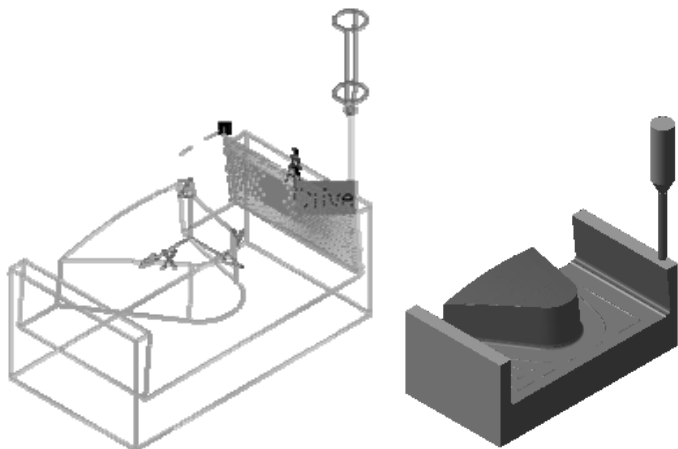

图 5-121 刀具路径轨迹和实体切削仿真
1) 重复 5.2.2 的步骤 5, 铣削加工如图 5-121 所示的零件侧壁, 生成刀具路径轨迹和实体切削仿真, 如图 5-121 所示。